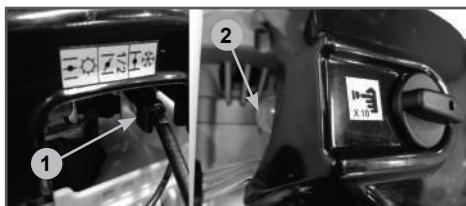

Рис. 2 Рычаг управления воздушной заслонкой и ручной топливный насос
3. Закройте воздушную заслонку карбюратора. Для этого рычаг управления воздушной заслонкой установите в положение «ЗАКРЫТО» (Рис. 2).
4. Нажмите на ручной топливный насос 2 (Рис. 2) 5-10 раз до появления в насосе топлива и возникновения сопротивления при нажатии.